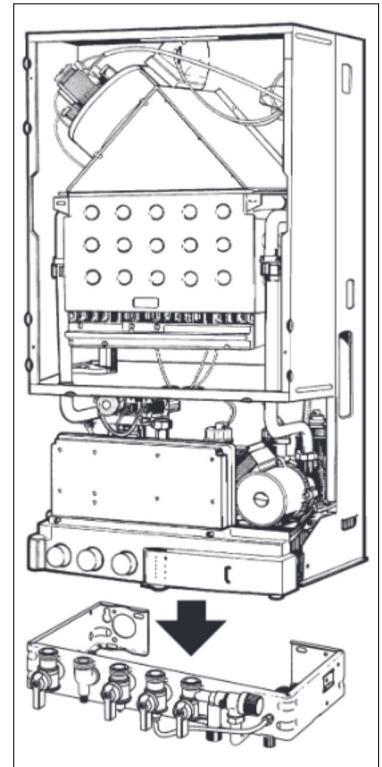

Fig. 10
- Présenter la chaudière au dessus de la barrette, la laisser descendre sur celle-ci (fig. 10).
- Mettre en place les différents joints, "**G**" (**caoutchouc**) **sur le gaz**, + le **filtre eau "F"** **sur l'eau froide**, et serrer les raccords des tubes de liaison en commençant par le tube gaz (fig. 10 a).
Fig.10 b
Fig.10 a